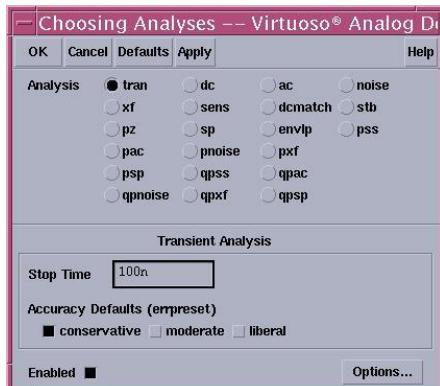

Рис. 6.3. Форма для выбора типа анализа и опций моделирования.
- 4) Задать тип анализа и опции моделирования. В качестве примера рассмотрим временное моделирование для выбранной тестовой схемы. Для этого нужно выбрать пункт меню *Analyses->Choose...* и в открывшемся окне задать тип анализа, точность моделирования, а также все необходимые опции (рис. 6.3). Кроме того, если в проекте используются переменные, то их также следует задать с